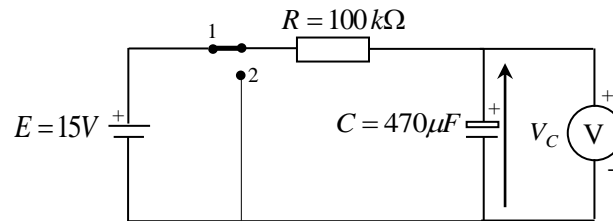

Figure 4.4: Charge du condensateur
- On réalise le montage de la Figure 4.4 (cavalier sur position 1). On vérifie la bonne polarité de la source de tension, de condensateur et des appareils de mesure et sélectionner la bonne gamme de mesure.